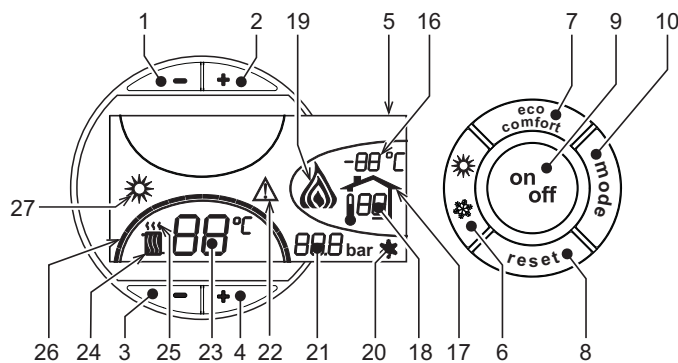
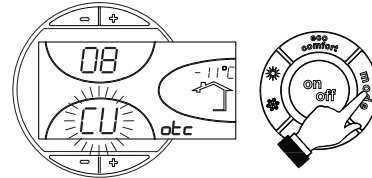
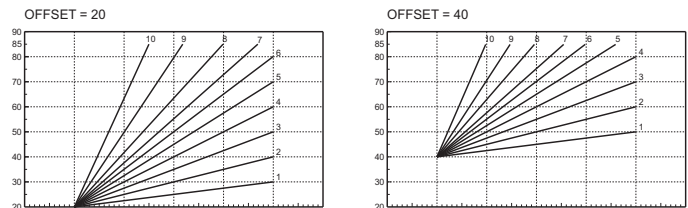

fig. 1 - Panneau de contrôle
fig. 9 - Courbe de compensation
fig. 12 - Exemple de déplacement parallèle des courbes de compensation
Appuyer 1 seconde sur la touche on/off (rep. 9 - fig. 1).
Pour rallumer la chaudière, appuyer à nouveau 1 seconde sur la touche on/off (rep. 9 - fig. 1).
- Appuyer sur la touche ON/OFF (9 - fig. 1)
Appuyer sur la touche **été/hiver** (rep. 6 - fig. 1) pendant 1 seconde.
L'afficheur montre le symbole Été (rep. 27 - fig. 1) : la chaudière ne fournira que de l'eau chaude sanitaire. Le système hors-gel reste actif.
Pour désactiver le mode Été, appuyer à nouveau sur la touche **été/hiver** (rep. 6 - fig. 1) pendant 1 seconde.
Pour régler la température entre 30 °C (minimum) et 80 °C (maximum), agir sur les **touches du chauffage** (rep. 3 et 4 - fig. 1).
Pour régler la température entre 10 °C (minimum) et 65 °C (maximum), agir sur les **touches eau chaude sanitaire** (rep. 1 et 2 - fig. 1).
Lorsqu'une sonde extérieure (option) est installée, l'afficheur du tableau des commandes (rep. 5 - fig. 1) montre la température extérieure actuelle mesurée par la sonde. Le système de régulation de la chaudière travaille en mode "température évolutive". Dans ce mode, la température de l'installation chauffage est régulée en fonction des conditions climatiques extérieures de manière à garantir un confort élevé et une économie d'énergie pendant toute l'année. En particulier, lorsque la température extérieure augmente, la température de départ installation diminue selon une courbe donnée "de compensation".
Avec le réglage évolutif, la température programmée à l'aide des touches chauffage (rep. 3 et 4 - fig. 1) devient la température maximum de départ installation. Il est conseillé de régler la valeur maximale pour permettre au système de réguler la température sur toute la plage utile de fonctionnement.
Appuyer une fois sur la touche **mode** (rep. 10 - fig. 1) pour afficher la courbe de compensation actuelle (fig. 9). Il est possible de la modifier à l'aide des **touches eau chaude sanitaire** (rep. 1 et 2 - fig. 1).
Appuyer sur les touches **chauffage** (rep. 3 et 4 - fig. 1) pour passer au déplacement parallèle des courbes (fig. 12), qui peut être modifié à l'aide des **touches eau chaude sanitaire** (rep. 1 et 2 - fig. 1).
Réappuyer sur la touche **mode** (rep. 10 - fig. 1) pour quitter le mode de réglage des courbes parallèles.
Si la chaudière est reliée à la chronocommande à distance (option), les réglages ci-dessus seront gérés comme indiqué dans le tableau tableau 1. De plus, l'afficheur du panneau de commande (rep. 5 - fig. 1) montre la température ambiante actuelle, mesurée par la chronocommande à distance.
Sélection Eco/Confort	En désactivant l'eau chaude sanitaire à partir du menu de la chronocommande à distance, la chaudière se place en mode Economy. Dans cette condition, la touche 7 - fig. 1 sur le panneau de la chaudière est désactivée. En activant l'eau chaude sanitaire à partir du menu de la chronocommande à distance, la chaudière sélectionne le mode Confort. Dans cette condition, il est possible de sélectionner un des deux modes à l'aide de la touche 7 - fig. 1 du panneau de la chaudière.